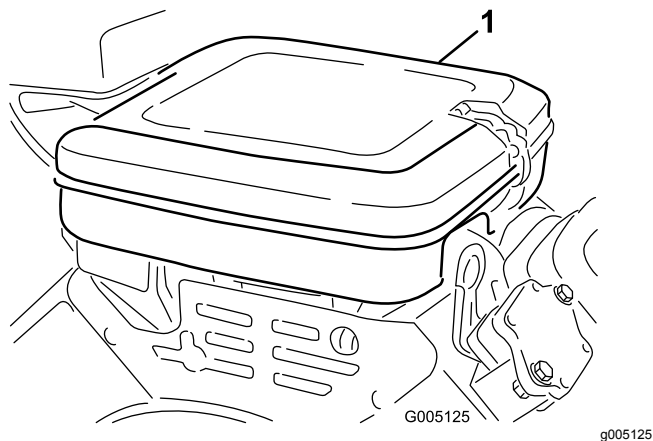

Figure 44
1. Ouvrez les clips de verrouillage et enlevez le couvercle du filtre à air (Figure 44). Nettoyez soigneusement le couvercle.